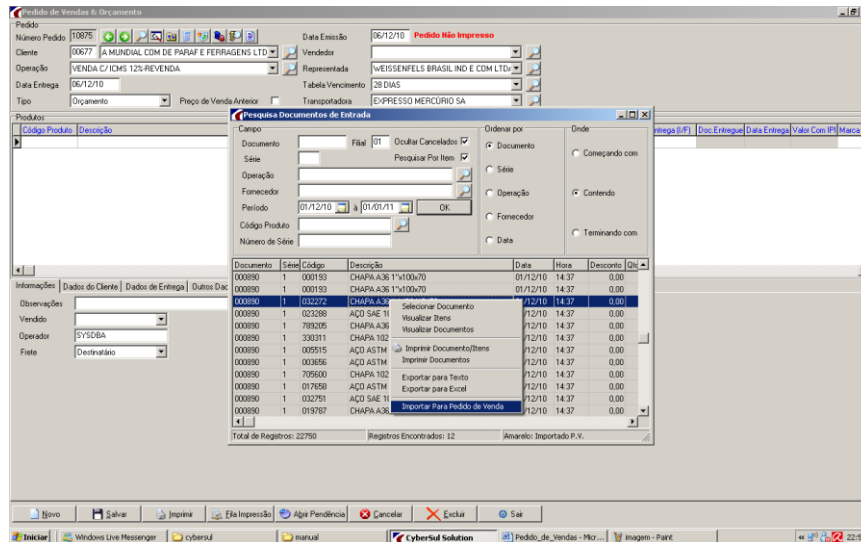

Figura 12
- Opção itens: Importa somente os itens de uma nota de entrada, é necessário estar com o cabeçalho do pedido preenchido, quando clica na opção itens vai abrir a tela da pesquisa da entrada de mercadoria é necessário fazer a pesquisa por item e clicar com o botão direito no mouse em cima do produto a ser importado e selecionar a opção importar para o pedido de vendas, o processo é detalhado na figura 12.